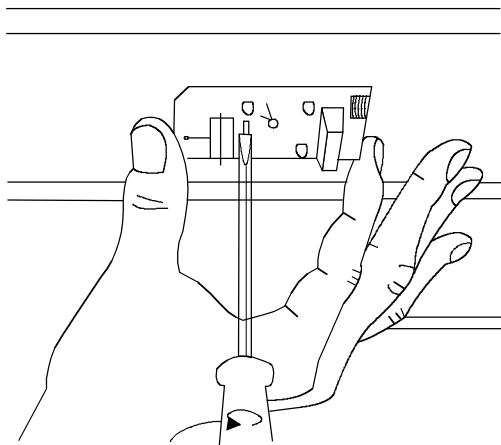

рис.3
3. Прикрепите датчик к стене металлическими винтами 3x20 мм (см. рис. 3).